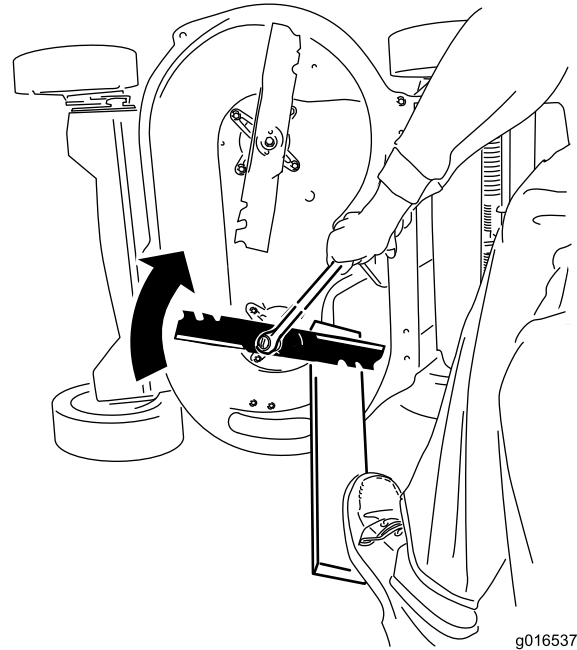

Figura 45
2. Apoye cada cuchilla en un trozo de madera, y gire el perno de la cuchilla en el sentido de las agujas del reloj con una llave dinamométrica, según se muestra en Figura 45; apriete el perno de la cuchilla a 82 Nm.